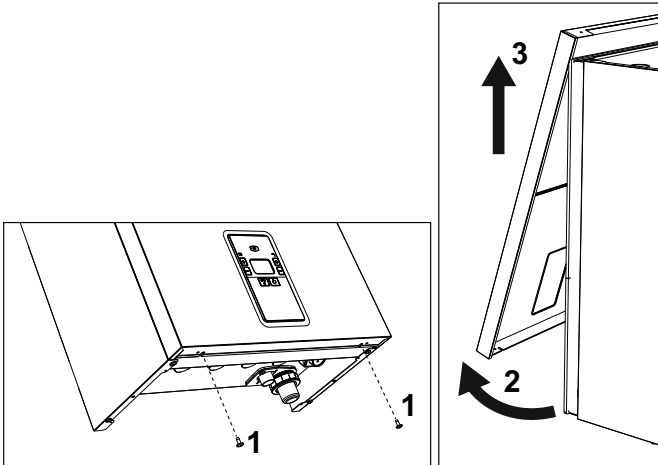

fig. 31 - Apertura pannello frontale
1. Svitare le viti "1" (vedi fig. 31).